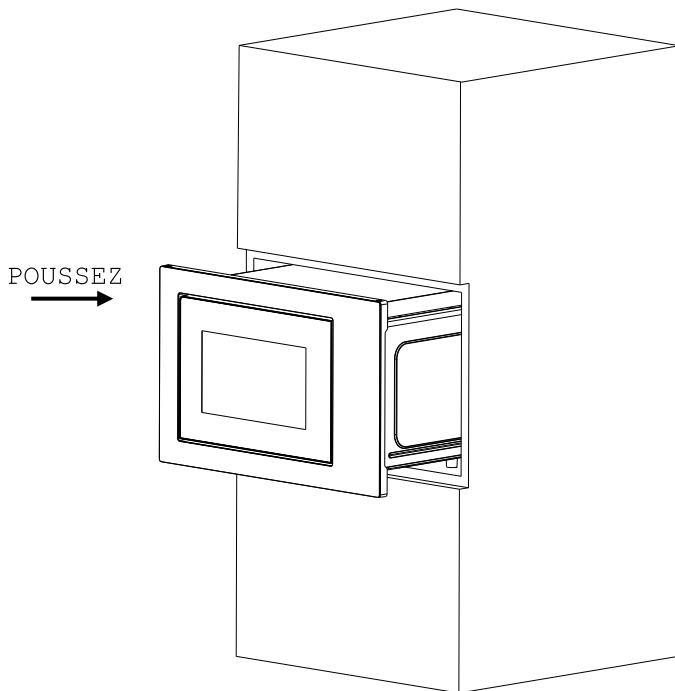

Fig. 1
- a) Placez le four à micro-ondes dans le meuble encastré et poussez-le à fond vers l'avant. (Fig. 1)